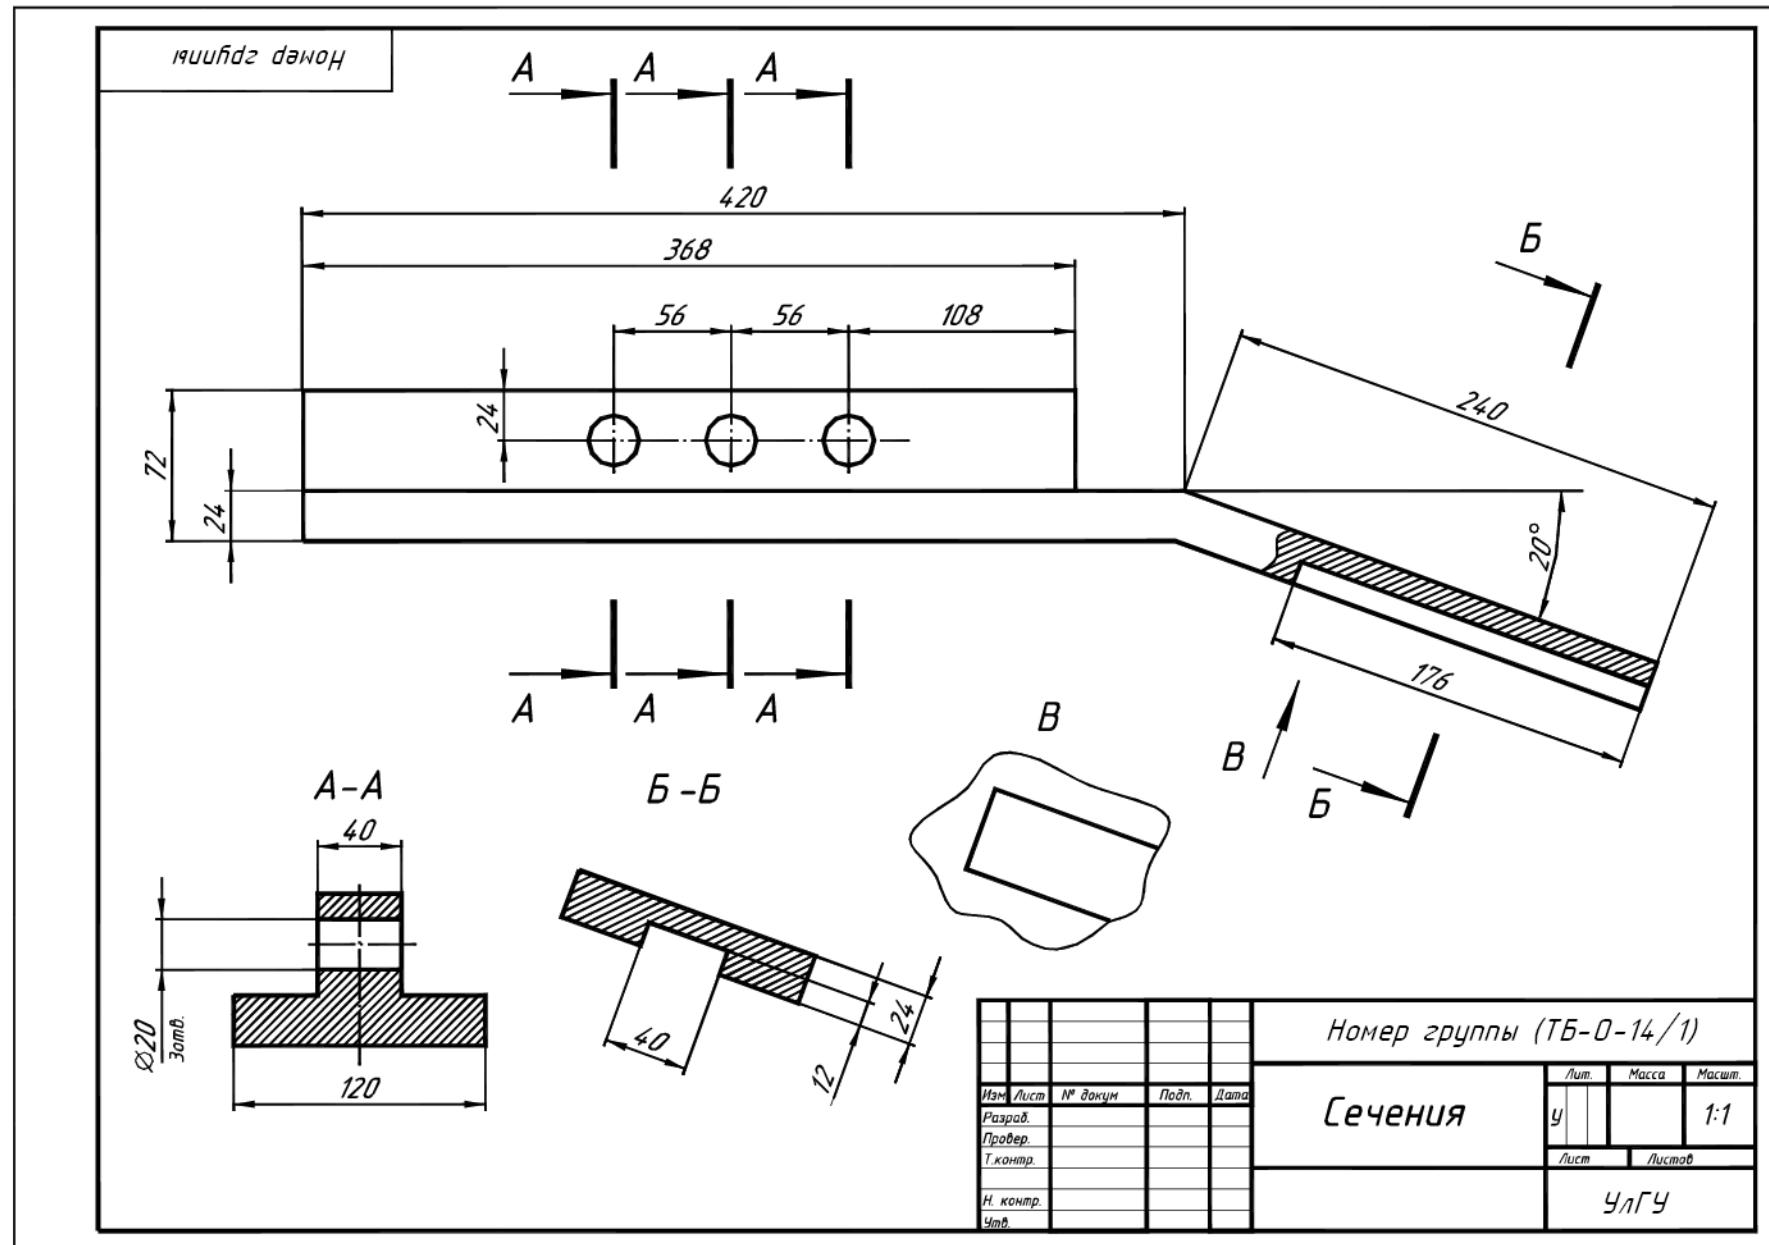

Рис. 4. Пример выполнения задания «**Сечения**»
3. По аксонометрической проекции и главному виду детали выбрать виды сечений (см. пример выполнения задания – рис. 4).